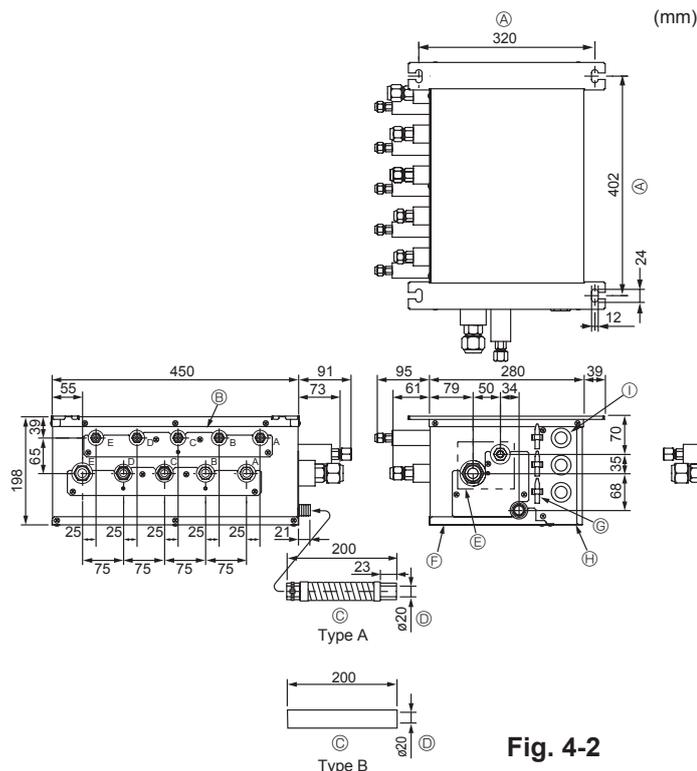

Fig. 4-2
■ PAC-AK51BC (Fig. 4-2)
- (1) Installer les boulons de suspension (à acheter localement) suivant le pas requis (Fig. 4-2, 4-3).